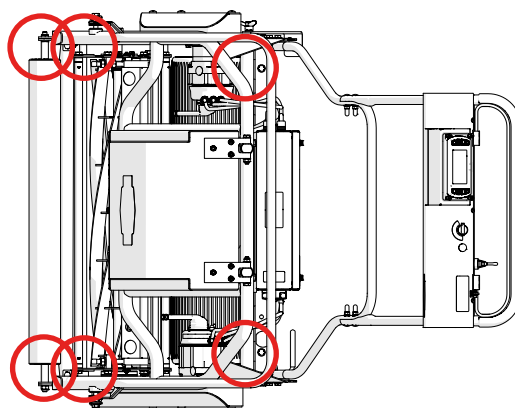

Fig.24. Points d'ancrage pour le transport.
- Fixez la machine au sol/sur une palette à l'aide de sangles d'arrimage de résistance appropriée. Les points d'ancrage sont indiqués à la Fig. 24